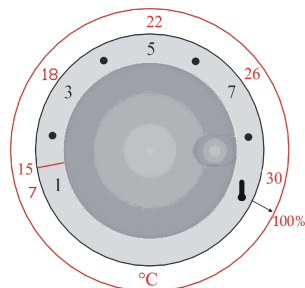

Figura 3: Escala del mando 1 del regulador
- Girar el mando 1 para seleccionar la temperatura deseada. Como se puede ver en la escala (ver la Figura 3), la temperatura varía entre 7°C y 30°C. El número 1 corresponde aproximadamente a 7°C y la temperatura seleccionada aumenta hasta el final de la escala de regulación, donde se encuentra el símbolo del bulbo de la temperatura (100% potencia máxima) que permite mantener la temperatura máxima de forma continuada.